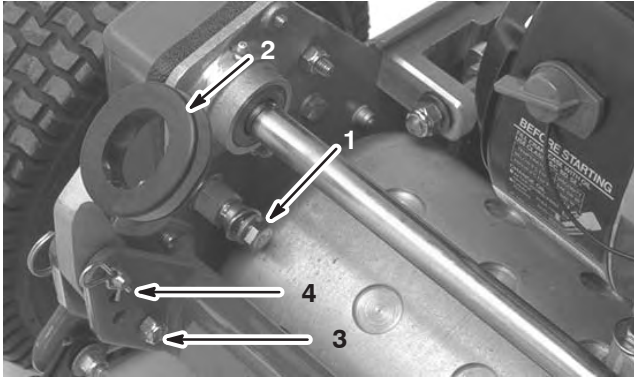

Bild 1
1. Nehmen Sie die Kopfschraube, die Unterlegscheibe und die Sicherheitsscheibe auf jeder Seite des Rasenmähers vom Befestigungsstift ab, siehe Bild 1.
2. Nehmen Sie die Kopfschrauben und Sicherungsmuttern ab, mit denen das Ende der Griffarme an jeder Seite des Rasenmähers befestigt ist, siehe Bild 1.
3. Nehmen Sie die Splints und Ringstifte ab, mit denen die Griffarme hinten am Rahmen befestigt sind (Bild 1).
4. Schieben Sie die Griffenden durch die Löcher in den Griffarmen und richten Sie die Löcher mit den Befestigungsstiften aus (Bild 1).
1. Nehmen Sie auf jeder Seite des Rasenmähers die Splints von den Ringstiften ab (Bild 1).
2. Stützen Sie den Griff ab. Nehmen Sie die Ringstifte auf jeder Seite ab. Lassen Sie den Griff auf die gewünschte Position ab oder heben Sie ihn an. (Bild 1).